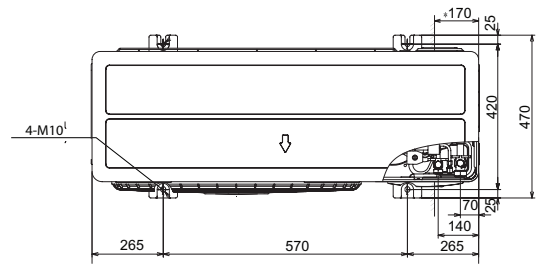

Fig. 4.2 Posizione dei perni di ancoraggio
(2) Per installare l'unità esterna, fissarla con perni di ancoraggio. Fare riferimento alla Fig. 4.2.